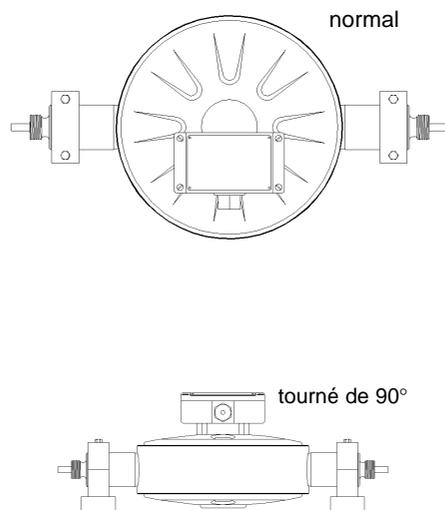

Fig. 21: Diverses position d'installation sur conduite horizontale
- En cas de montage horizontal, le capteur peut être tourné de 90° et être monté à plat (Fig. 21)